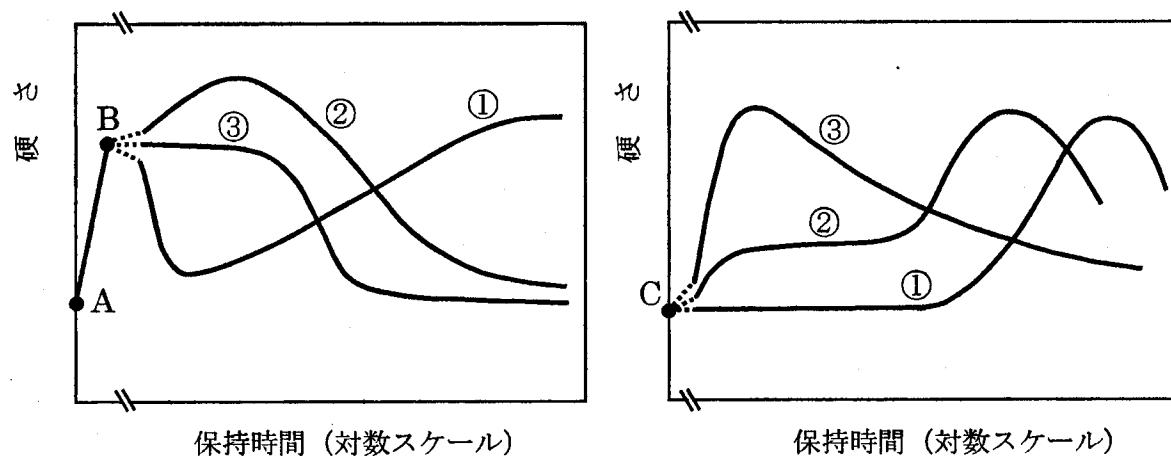

図3-1 Al-1 mass%Mn合金の硬さ変化
(1) 烧なまし材を冷間加工すると加工硬化する。加工硬化は転位密度の変化による強度増加で説明される。転位密度(ρ)と強度(σ)の関係を式で示し、加工硬化の理由を説明せよ。
(2) 等温保持したとき、保持時間に対する硬さ変化はどのようになるか。図3-1に示す曲線①～③の中から最も適切なものを選び、番号で答えよ。
(3) 硬さ変化がそのようになる理由を、等温保持中におこる合金内部の組織変化と対応づけて説明せよ。なお、組織変化的図を描いて説明せよ。